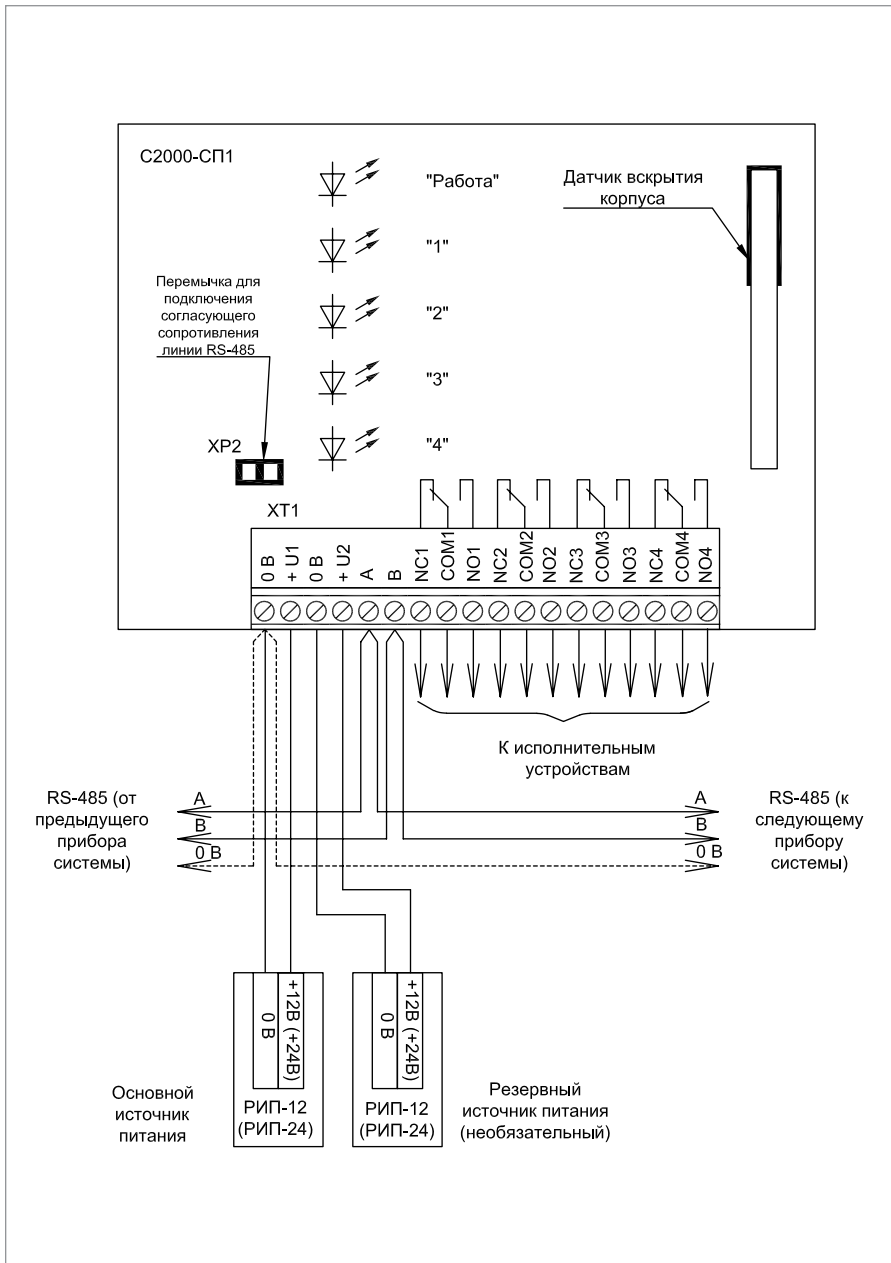
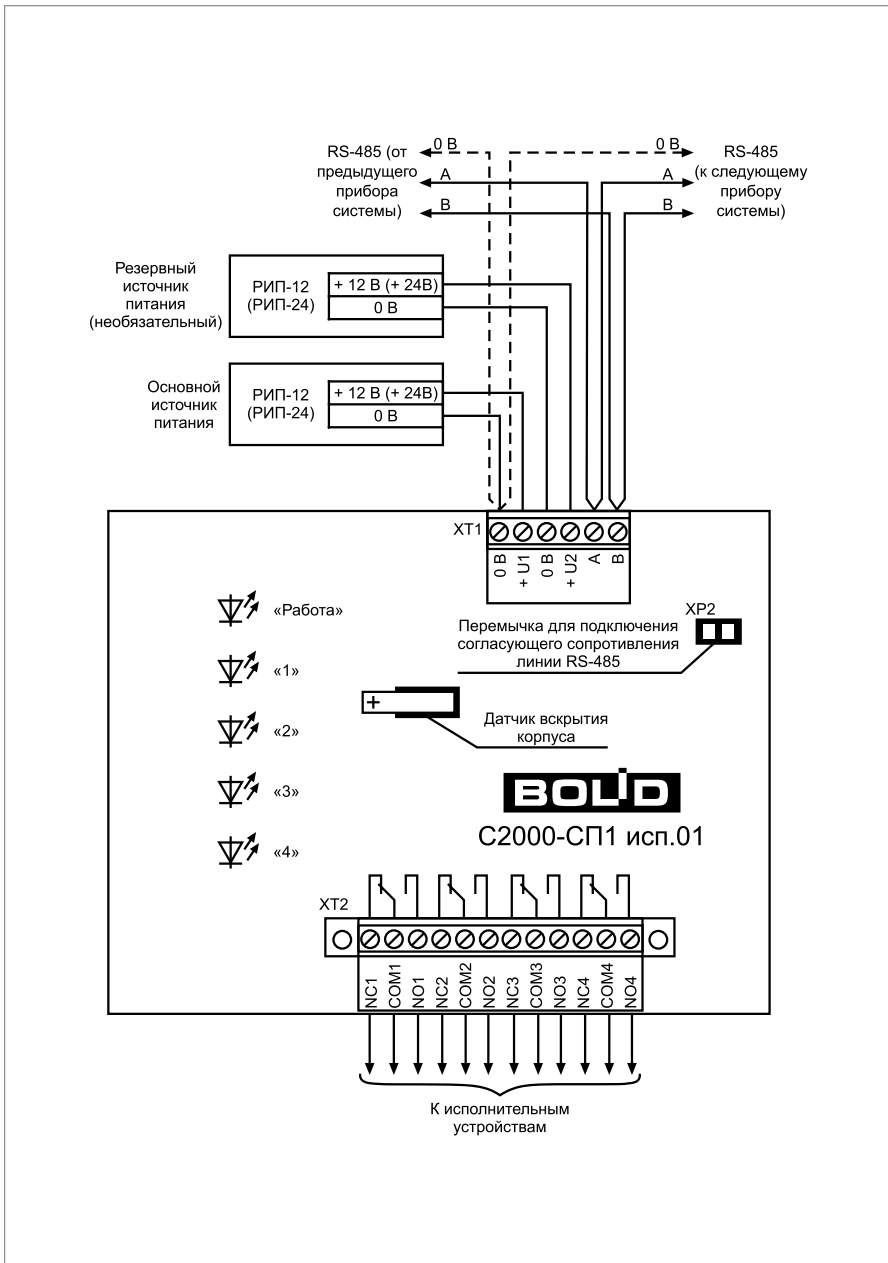

Рисунок 10. Схема внешних соединений блока «C2000-CP1»
Рисунок 11. Схема внешних соединений блока «C2000-СП1 исп.01»
4. Схема подключения блока «С2000-СП1» приведена на Рисунок 10, схема подключения блока «С2000-СП1 исп.01» приведена на Рисунок 11.